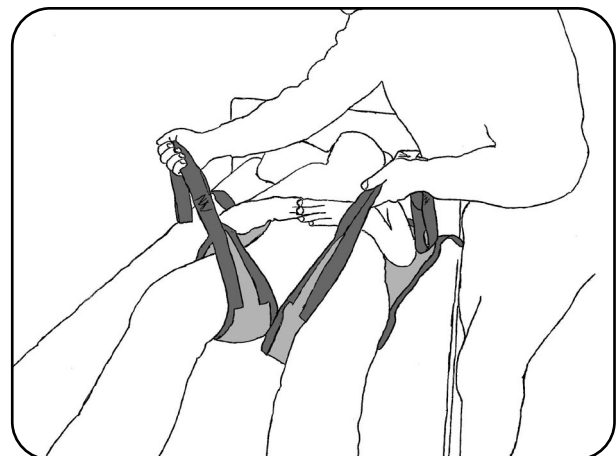

Abb. 8.3.05 - Beinstützen zwischen den Beinen des Patienten positioniert
7. Drehen Sie den Patienten wieder auf den Rücken und ordnen Sie die Beinstützen zwischen den Beinen des Patienten an (Abb. 8.3.05). Achten Sie darauf, dass die Beinschlaufen gleich lang sind. Die Schulterschlaufen liegen jeweils im Bereich der rechten und linken Schulter.